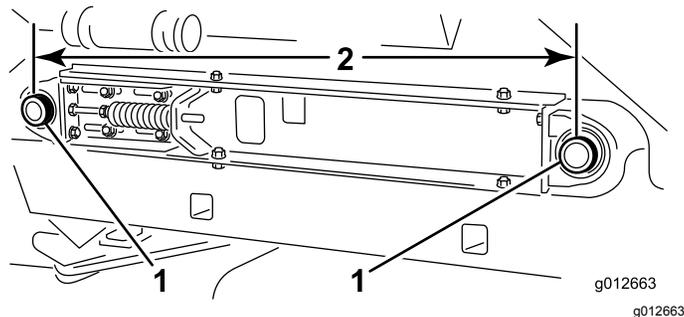

図 21
7. 機体の両側で、ベルトローラのシャフトの中心間の距離を測定し、左右とも同じであることを確認する **図 21**。